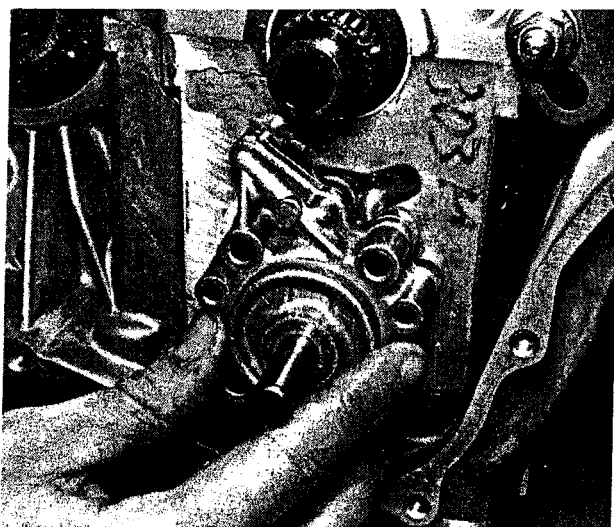

Bild 127
- Den Sitz der beiden Passbuchsen an der Hinterseite der Ölpumpe prüfen. Eine neue Dichtung an der Rückseite der Ölpumpe auflegen und die Ölpumpe in das Motorgehäuse einsetzen (Bild 127). Die Befesti-